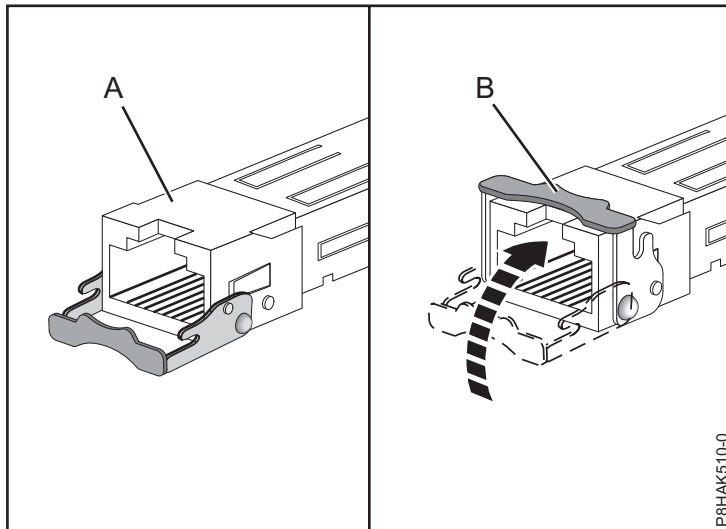

Figure 53. Remplacement d'émetteurs-récepteurs SFP dans la carte
- b. Faites glisser l'émetteur-récepteur (A) dans le matériel de la carte.
- c. Alors que le loquet (B) est en position ouverte, poussez dessus en le faisant pivoter vers le haut et en le rapprochant de la carte, comme illustré dans la figure 53, à la page 55.